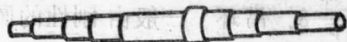

图1-7 电动机的转轴
1. 转轴 一般用中碳钢加工而成。转子铁心被套在转轴上。该轴支承着转子的重量，使转子在定子内腔均匀地旋转，并传电动机的输出力矩，转轴的形状如图 1-7 所示。